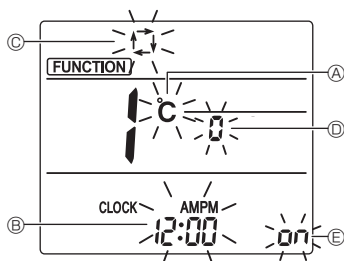

Fig. 4-11
3. Compruebe que se muestra la función N.º "1", y luego pulse el botón **SET** (3).
- Se visualizará la pantalla de configuración de la visualización de Pantalla. (Fig. 4-11)
- Pulse el botón **UP** (4) para cambiar el n.º de función.
4.12.2. Cambiar la unidad de temperatura (Fig. 4-11 (A))
- Pulse el botón **TEMP** (5).
- Cada vez que pulse el botón **TEMP** (5), el ajuste cambiará de **C** a **F**.
4.12.3. Cambiar la visualización de la hora (Fig. 4-11 (B))
- Pulse el botón **TIME** (6).
- Cada vez que pulse el botón **TIME** (6), el ajuste cambiará de **12:00** a **24:00**.
4.12.4. Cambiar el modo AUTO (Fig. 4-11 (C))
- Pulse el botón **MODE** (7).
- Cada vez que pulse el botón **MODE** (7), el ajuste cambiará de **1** a **12**.
4.12.5. Cambiar el N.º de par (Fig. 4-11 (D))
- Pulse el botón **DOWN** (4).
- Cada vez que pulse el botón **DOWN** (4), cambia el N.º de par 0-3.